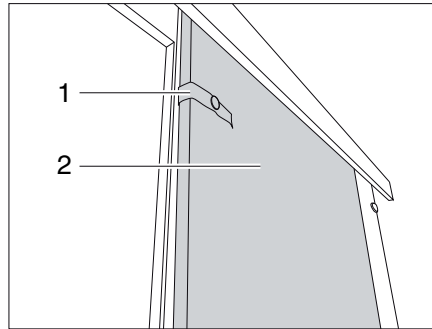

Fig. 226 Porte coulissante
- Détacher la bande de sécurité (Fig. 226,1).
- Tirer la porte coulissante (Fig. 226,2) en position de fermeture.
- Amener la porte coulissante (Fig. 226,2) dans la position d'ouverture.
- Fixer la porte coulissante avec la bande de sécurité (Fig. 226,1).